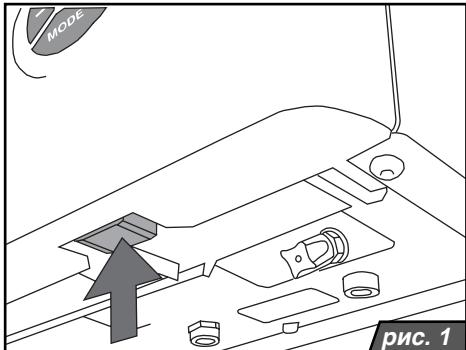

рис. 1
Главный выключатель (рис. 1) предназначен для включения или выключения котла. Главный выключатель находится под нижней гранью котла, на оси панели управления.
Главный выключатель (рис.1) переключите в положение (1). Дисплей начнёт светиться.
Главный выключатель (рис.1) переключите в положение (0).